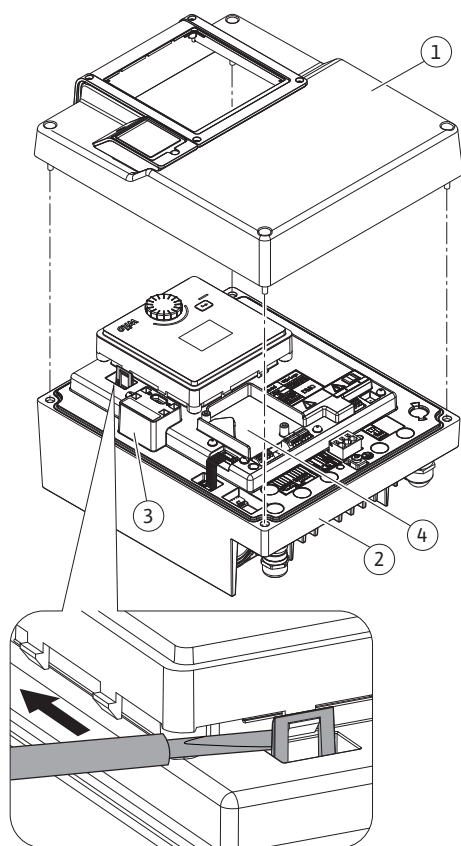

Fig. 26: Elektronicamodule
CIF-modules (toebehoren) zijn bestemd voor de communicatie tussen pompen en gebouwbeheersystemen. CIF-modules worden in de elektronikamodule geplaatst (Fig. 26, pos. 4).